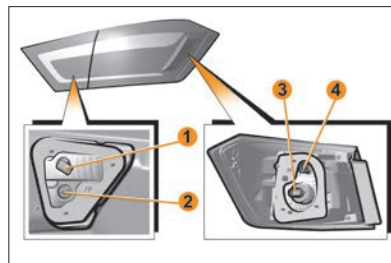

Рис. 12. Задние фонари
Для замены лампы света заднего хода **1** (рис. 12) необходимо:
– преодолевая сопротивление держателей, отогнуть обивку крышки багажника для доступа к патрону-разъему **1** (рис. 12). Во избежание повреждения обивки, отгибание производить на величину не более 7–8 см;
– повернуть патрон-разъем **1** (рис. 12) против часовой стрелки и вынуть его из посадочного места в сборе с лампой;
Для замены лампы габаритного огня **2** (рис. 12) необходимо: – применяя аналогичную последовательность, что и для замены лампы света заднего хода **1**, обеспечить доступ к патрону-разъему **2** лампы габаритного огня;